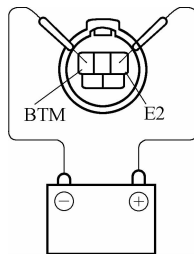

图 3-121 TRC 泵电动机性能测试
3) 如图 3-121 所示,在端子 BTM-E2 间施加 12V 电压(通电不超过 3s)进行运转试验,TRC 泵电动机应运转。
(8) 压力开关的检测